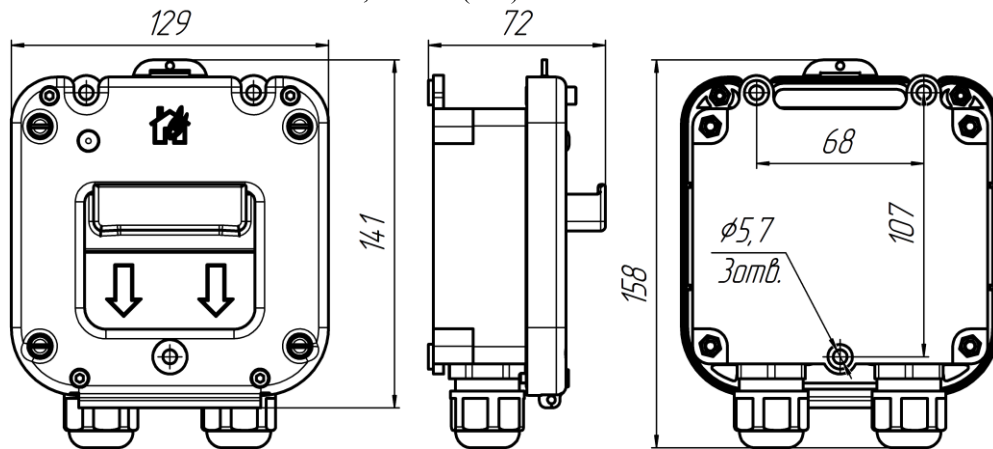

Рис.3. Габаритные размеры извещателя
2.5. Конструктивно извещатель состоит из пластикового корпуса, основание которого с электронным блоком закрепляется на стене помещения. Затем лицевая панель с приводным элементом шурупами крепится к основанию. Корпус извещателя, по требованию заказчика, может быть оборудован герметичными пластиковыми кабельными вводами для подведения проводников диаметром от 6 до 14мм или от 11 до 18мм, герметичными вводами МКВ (см. таблицу) из нержавеющей стали марки 12Х18Н10Т, предназначенными для различных вариантов прокладки кабеля количеством 2 шт. Элементы конструкции извещателя показаны на рис.1. Габаритные размеры извещателя показаны на рис.3.